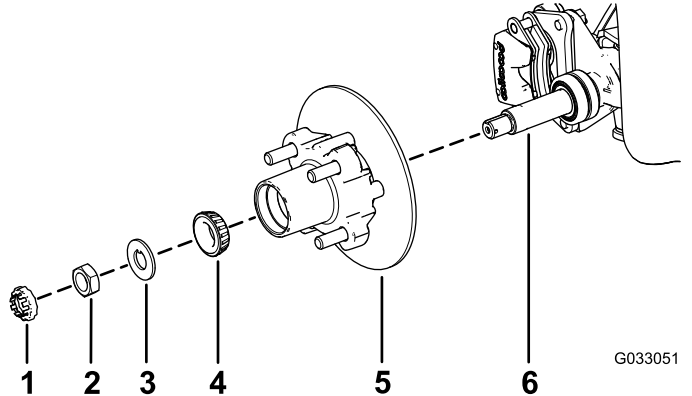

Bild 28
1. Fetten Sie die Spindel leicht mit der angegebenen Fettsorte ein (Bild 28).
2. Montieren Sie die Radnabe und den Drehzylinder an der Spindel mit dem Drehzylinder innen (Bild 28).
3. Montieren Sie das Außenlager an der Spindel und setzen das Lager auf den äußeren Lagerring (Bild 28).
4. Legen Sie die Nasenscheibe auf die Spindel (Bild 28).
5. Schrauben Sie die Spindelmutter auf die Spindel und ziehen Sie die Mutter auf ein Drehmoment von 15 N·m an, während Sie die Radnabe drehen um das Lager zu fixieren (Bild 28).
2. Fluchten Sie die Bremsbeläge mit jeder Seite des Drehzylinders (Bild 24) und die Löcher in der Bremsbackenhalterung mit den Löchern im Bremshalter des Spindelrahmens aus (Bild 28).